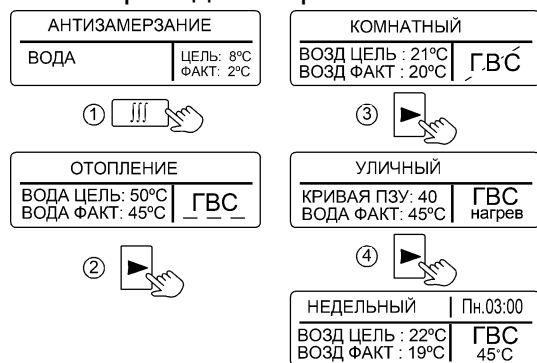
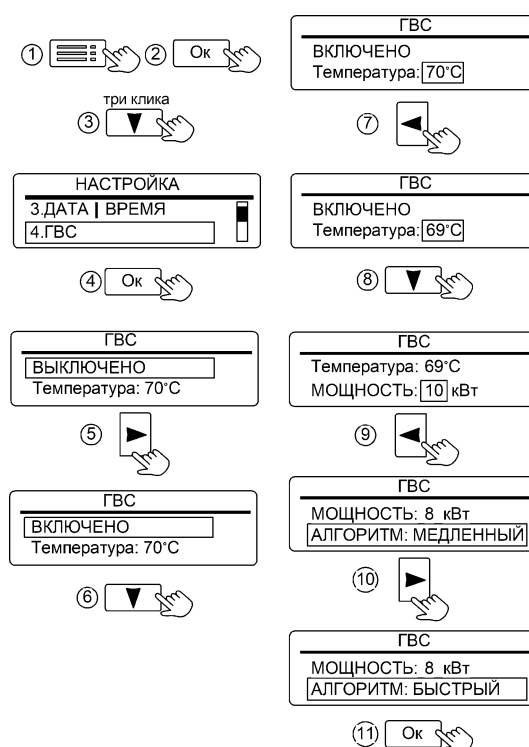
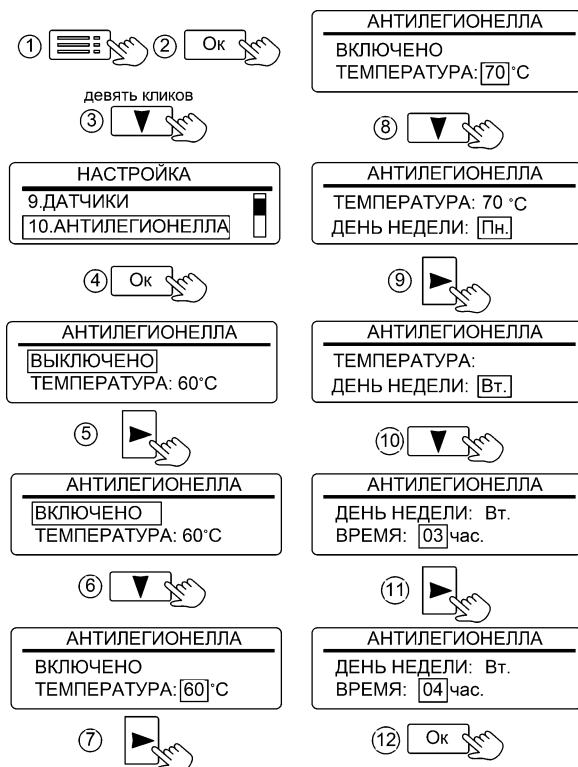

Рисунок 5. Режимы работы прибора
Рисунок 12. Настройка режима «ГВС»
Рисунок 14. Настройка параметров режима «АНТИЛЕГИОНЕЛЛА»
2 - Отображение состояния режима «ГВС» (см. рис. 5):
Вид отображения режимов работы на дисплее приведён на рис.5.
Активация режима «ГВС» и настройка температуры горячей воды показана на рис. 12. Начальная заводская настройка температуры горячей воды - 70°C. При активированном режиме отображается как «ГВС» (см. рис. 5), при выключенном режиме, неисправном или отключённом датчике отображается как ГВС. В подменю «ГВС» предусмотрена настройка ограничения мощности ТЭН. Данную настройку рекомендуется применять при недостаточной мощности змеевика
В любой воде существует вероятность развития **бактерий легионеллы**. Чтобы исключить угрозу отравления водой, получаемой из косвенного водонагревателя, прибор имеет режим «АНТИЛЕГИОНЕЛЛА». Режим автоматически активируется при подключении NTC-датчика температуры к плате контроллера и включения режима «ГВС» (см. рис. 12). При отключении NTC-датчика – режим деактивируется и меню «АНТИЛЕГИОНЕЛЛА» (см. рис. 14) не доступно для Пользователя. Если режим активирован - каждую неделю, в установленное время выполняется нагрев воды в косвенном водонагревателе до значения 60°C, температура поддерживается в течение десяти минут. Во время нагрева вместо надписи «ГВС» отображается значок «60°» (см. рис. 13). Имеется возможность увеличить температуру нагрева воды до 70°C, при этом время поддержания температуры снизится до пяти минут.
Заводская настройка времени включения нагрева – Понедельник, 03:00. Имеется возможность изменения времени включения (см. рис.14).
Перед активацией режимов «АНТИЛЕГИОНЕЛЛА» и «ГВС» рекомендуем уточнить максимально-допустимую температуру нагрева воды в бойлере. Для предотвращения риска причинения вреда здоровью и поломки оборудования, значения температурных уставок в режимах «ГВС» и «АНТИЛЕГИОНЕЛЛА» должны быть меньше максимально-допустимой температуры нагрева воды в бойлере. При необходимости уменьшите значения уставок (см. рис. 12, см. рис. 14).
11.1.4 «4.ГВС» - установка состояния режима «ВКЛЮЧЕНО / ВЫКЛЮЧЕНО». Индикация «ВКЛЮЧЕНО» означает разрешение на работу режима ГВС. Индикация «ВЫКЛЮЧЕНО» запрещает работу режима «ГВС» (см. рис. 12).